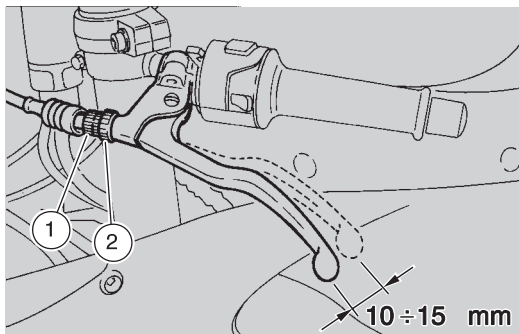

Fig. 18
Les réglages moins importants peuvent être faits à l'aide du dispositif de réglage (1-Fig.18):
- desserrer le contre-écrou (2-Fig.18);
- tourner le dispositif de réglage (1-Fig.18) jusqu'à ce que la course à vide à l'extrémité du levier de l'embrayage soit d'environ **10 ÷ 15 mm** (voir Fig.18). Serrer le contre-écrou (2 - Fig.18) et contrôler le réglage.